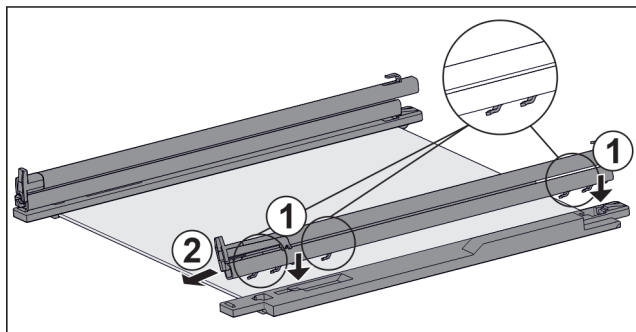

Fig. 63 Стекла́нная пластина с направляющими и крепежными элементами
- ▶ Поместите крючки направляющей в отверстия **левого** крепежного элемента. Fig. 63 (1)
- ▶ Потяните направляющую вперед. Fig. 63 (2)
- ▶ Поместите крючки направляющей в отверстия **правого** крепежного элемента. Fig. 63 (1)